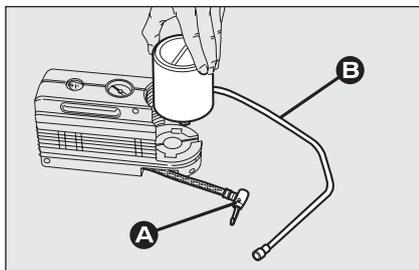

fig. 9
- disinserire l'innesto **A**-fig. 9;
- collegare alla bomboletta l'innesto **A**-fig. 9 e inserire il tubo trasparente **B**-fig. 9 nell'apposito vano.